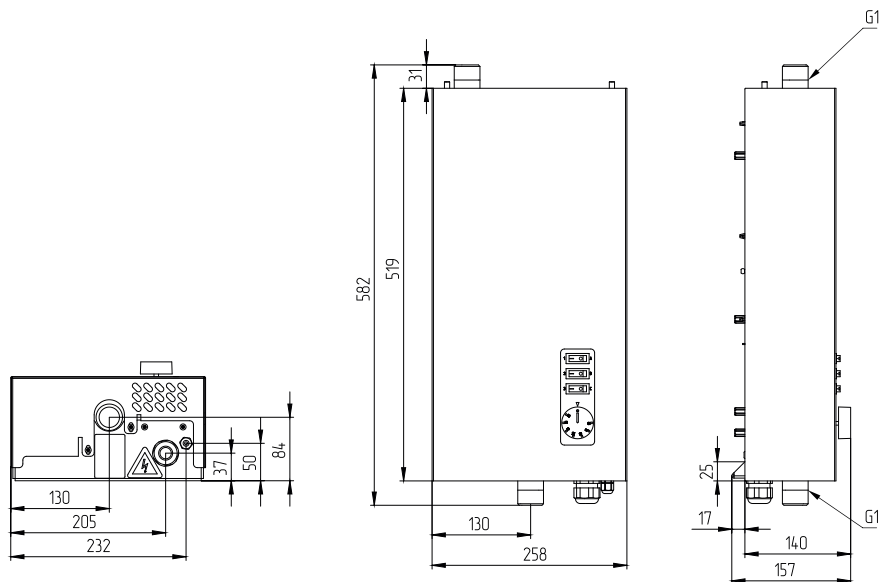

Рис.11 Габаритные размеры котлов ZOTA Balance 3 - 6 кВт
- Подсоединить котел к системе отопления. Габаритные и присоединительные размеры котлов указаны на **Рис.11; 12; 13; 14; 15;**